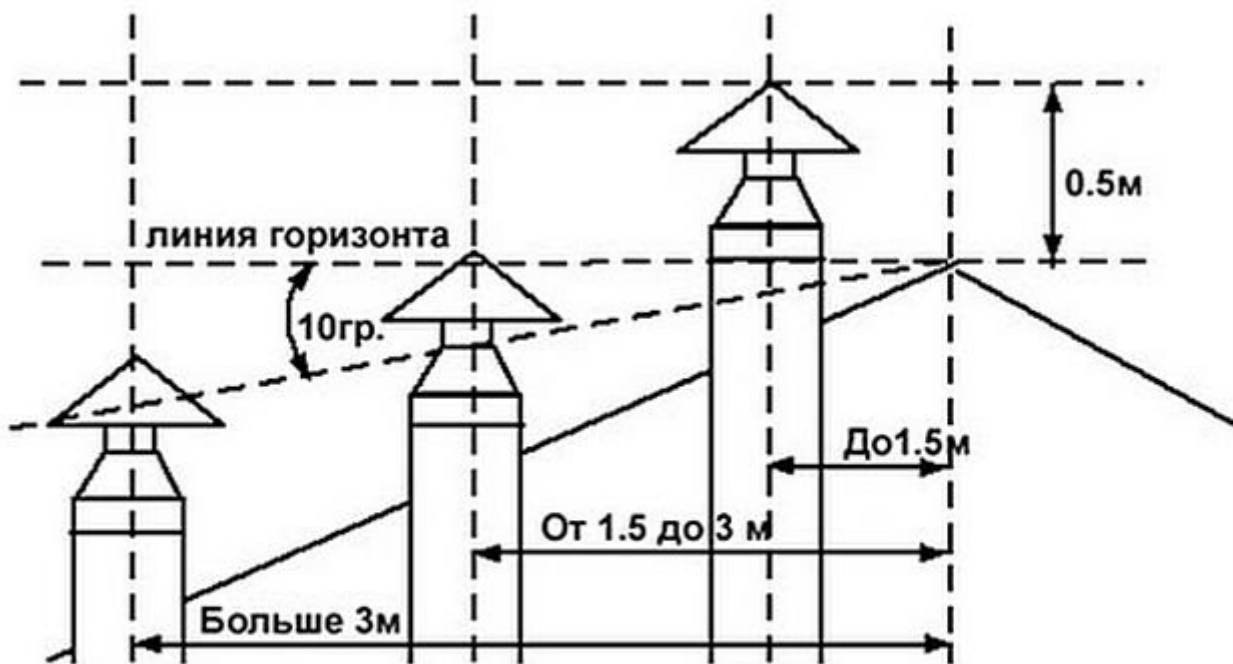

Рисунок 8 — Схема размещения дымоходов
3.2.3.4 Высоту дымохода можно рассчитать, используя рисунок 8.